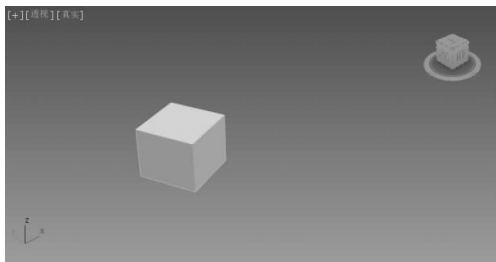

图 3.15 创建长方体
(1) 在命令面板中单击“创建”选项卡 , 进入创建命令面板。
(2) 单击“几何体”按钮 , 在“对象类型”卷展栏下单击“长方体”按钮, 创建的长方体如图 3.15 所示。